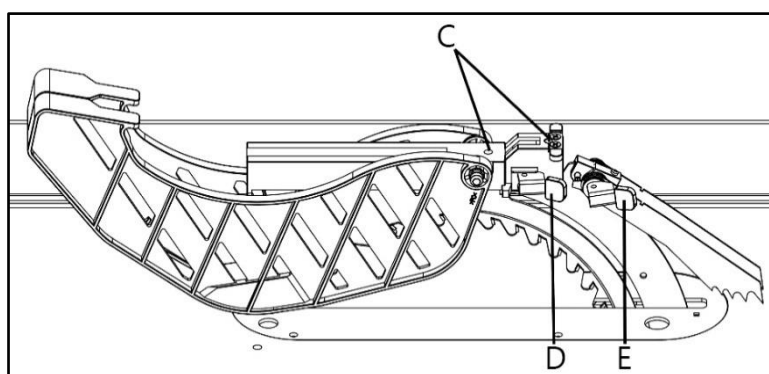

Рисунок 26
- Полностью опустите кожух на раскливающий нож и прижмите защелки Е (рис. 26), чтобы закрепить кожух.
- Надавите на гребенку и прижмите защелки D и Е (рис. 26), чтобы закрепить.